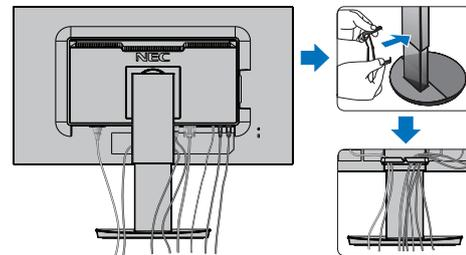

Figure C.2
- Fixez l'anneau de maintien des câbles au socle (**Figure C.2**).